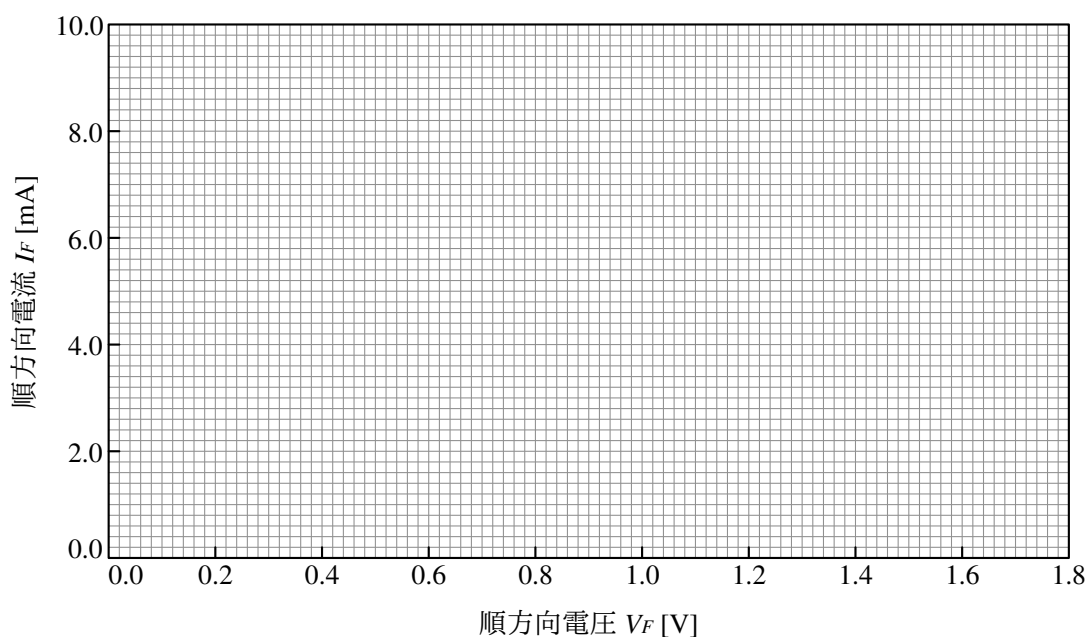

図 7-3 ダイオードの順方向特性
5. 図 7-3 のグラフに  $(V_F, I_F)$  の点を打つ。